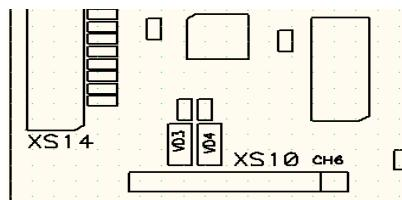

Рис. 4 Вид платы со стороны светодиодов
Управление основными режимами работы усилителя, а также их индикация осуществляется микроконтроллером U15. Расположенный на плате светодиод VD3 загорается красным цветом в режиме «вход SPDIF», светодиод VD4 – при выключении усилителя внешней кнопкой выключения «On/Off» (см. рис. 4). По умолчанию, при первой подаче напряжения питания усилитель автоматически включается в режим «аналоговый вход», при этом уровень усиления выставляется номинальным – 0Дб. Для полноценной работы усилителя предусмотрено подключение внешних органов управления/индикации, например готового модуля BM2072.
- «On/Off» - при кратковременном нажатии на кнопку «On/Off» усилитель переходит в спящий режим с пониженным энергопотреблением, при этом зажигается как внешний, так и расположенный на плате светодиод VD4 (см. рис.4). При повторном нажатии усилитель переходит в рабочий режим (зажигаются светодиоды уровня громкости, активируются другие кнопки...)